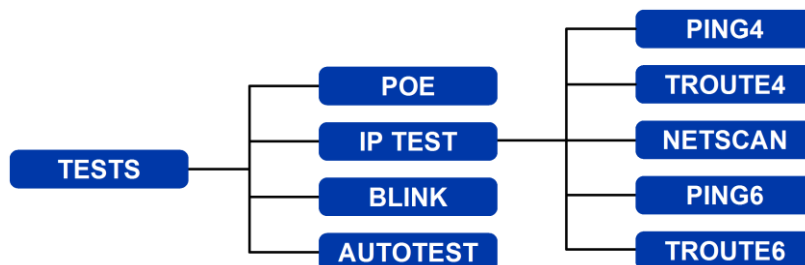

Abb. 17 Testmenüstruktur – Ethernet-Tests (2)
(2) Wird ein aktives Netzwerk gefunden, aber kein SignalTEK II Remote-Handgerät, steht in der Informationsleiste des Ausgangsdisplays „Ethernet“, und wenn das Symbol TESTS ausgewählt wird, sind die in Abb. 17 abgebildeten Ethernet-Tests verfügbar.